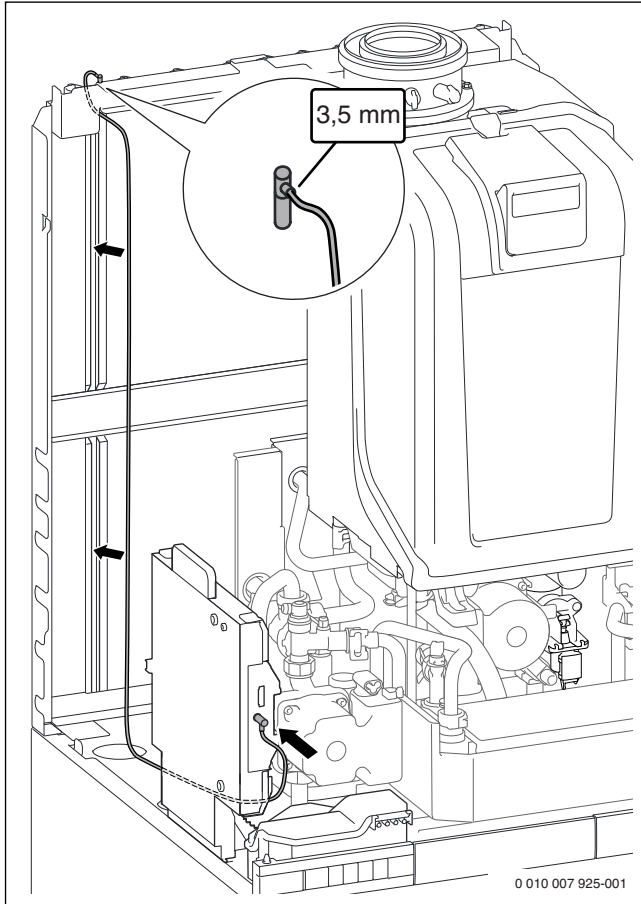

Fig. 67 Raccordement et pose du câble au Junkers MB LANi
- Poser le câble pour le raccordement Junkers MB LANi des pièces fournies comme indiqué dans la figure 67.